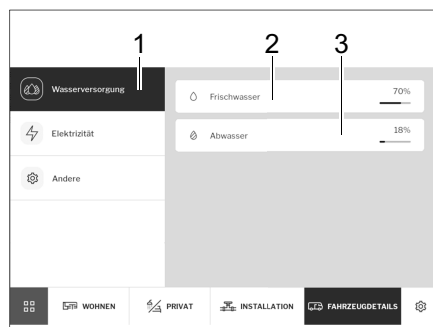

Fig. 278 Alimentazione idrica
- Digitare il pulsante *Alimentazione idrica* (Fig. 278,1). Vengono visualizzati i livelli di riempimento del serbatoio dell'acqua di rete (Fig. 278,2) e del serbatoio delle acque grigie (Fig. 278,3) in %.